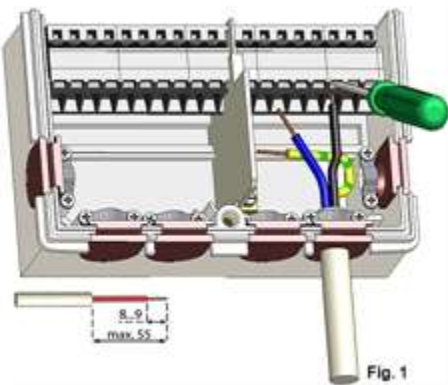

Fig. 1
2. Pele los cables un máximo de 55 mm, ensamble las descargas de tensión, pele los extremos de los cables 8-9 mm (imagen 1)